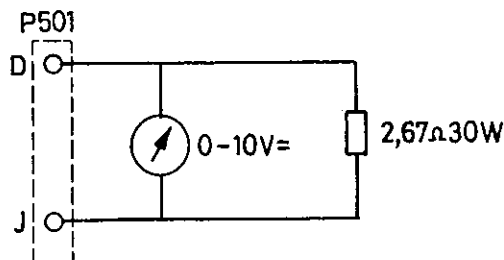

Bild 91. Kontroll av lågspänningslikriktaren
- a Anslut URI-meter och belastningsmotstånd till det tiopoliga kontaktdonet enligt bild 91.